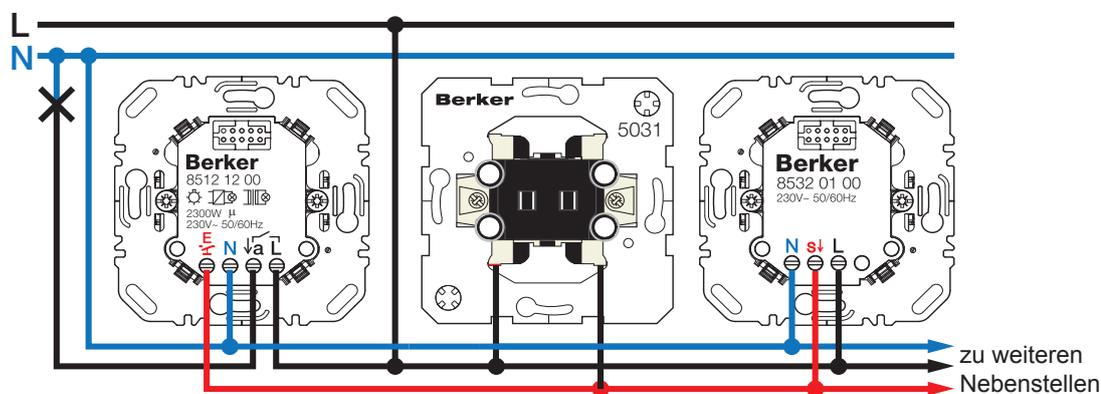

Bild 3: Anschlussplan mit Nebenstellen
- Schalteinsatz und optional Nebenstellen gemäß Anschlussplan (Bild 3 oder 4) anschließen.